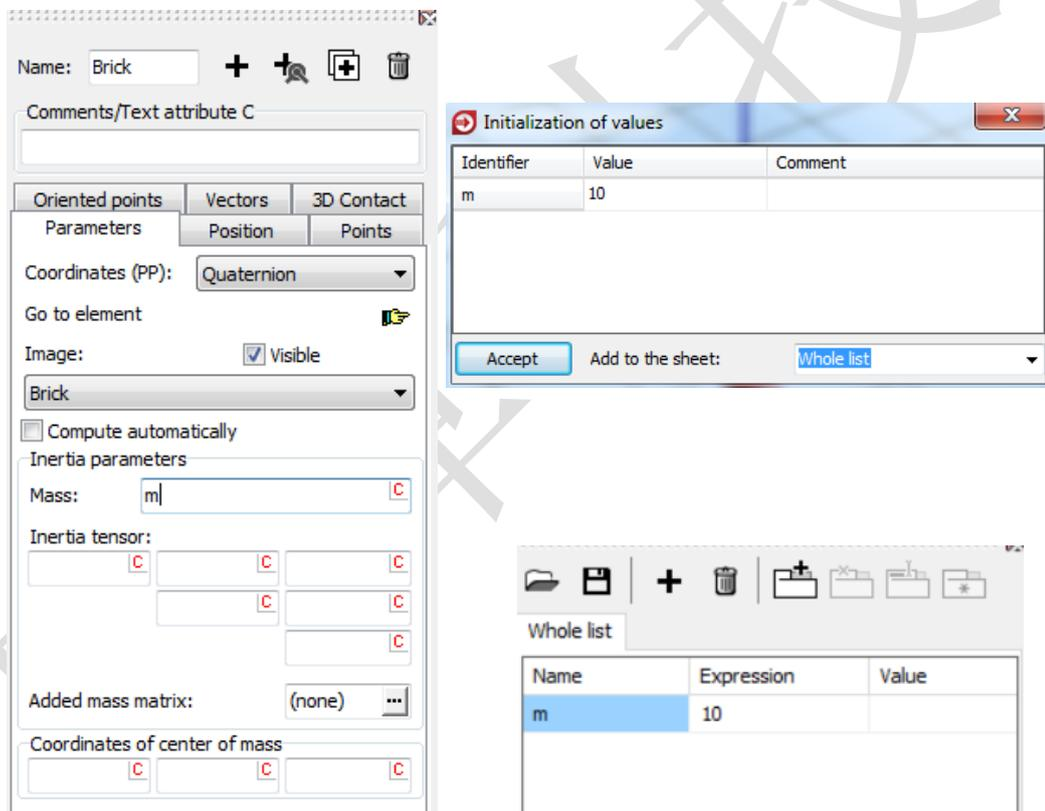

图 2.7 创建刚体 Brick
6. 此时，这个新的参数符号 **m** 就添加到左下方的参数表，如图 2.7 所示。